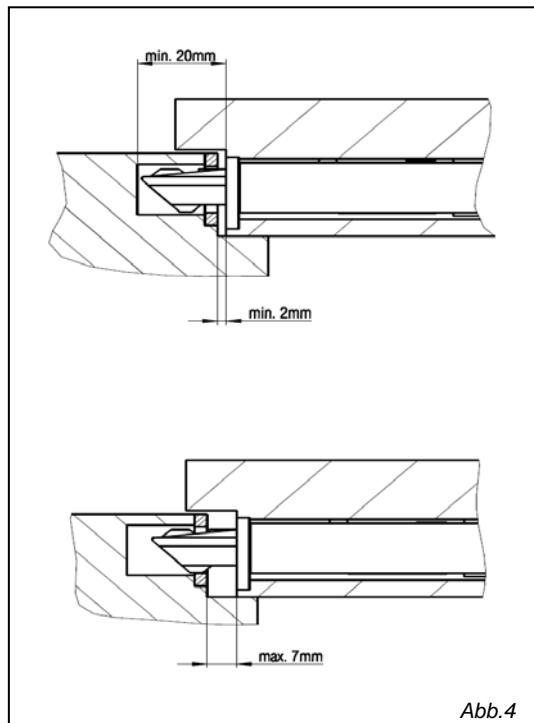

Abb.4
- Voraussetzungen für eine ordnungsgemäße Installation (Abb.4).